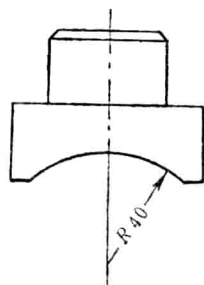

图16 半径尺寸的注法
3. R ——表示半径的符号，注在尺寸数字的前面，一般多用来表示不是整圆的圆弧。如图16，表示零件圆弧半径为40毫米。半径符号“ R ”是一个拉丁字母，其大小和高度应与尺寸数字一样，如 $R 64$ 。